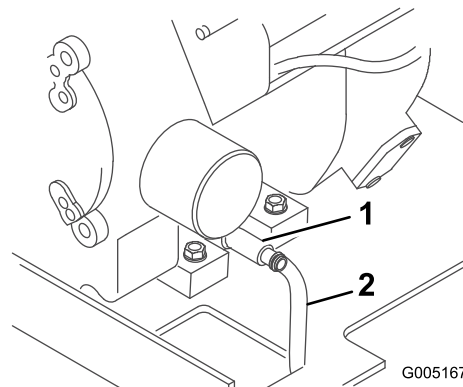

Figura 20
3. Coloque un extremo de una manguera en la válvula de vaciado y el otro extremo en un recipiente (Figura 20).
4. Abra la válvula de vaciado girándola en el sentido contrario a las agujas del reloj, tirando hacia fuera mientras la gira (Figura 20).